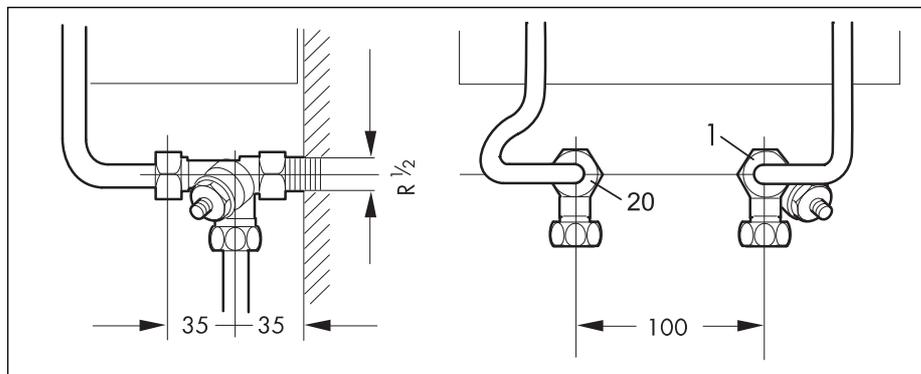

Рис. 5.4 Скрытый монтаж, подключение холодной воды к VED; Размеры в мм
(Рис. 5.4 ... 5.7)
### 5.5.3 Скрытый монтаж при удаленных водоразборных точках (рис. 5.4)
Подсоединительные патрубки, как показано на рис. 5.4, навинтить на двойные ниппели и соединить с прибором.
### Пояснения к рис. 5.4 и 5.5
- для присоединения холодной воды прямо на VED.../4 EP, как показано на рис. 5.4 и 5.6
- для прямого и удаленного отбора воды, как показано на рис. 5.4 и 5.6